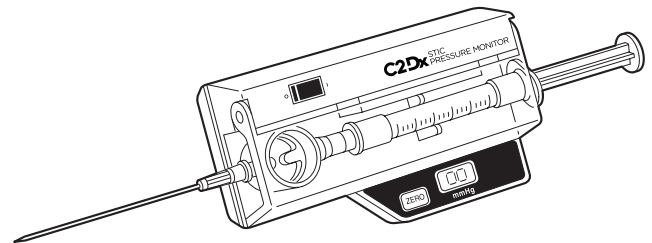

Figura 3
9. Aproxime o ângulo pretendido para a inserção da agulha na pele. Para garantir a exactidão, o ecrã tem de mostrar -8 a +9 mmHg. Prima o botão ZERO. O visor mostrará “00” após aproximadamente 2 segundos. Consulte a figura 3.